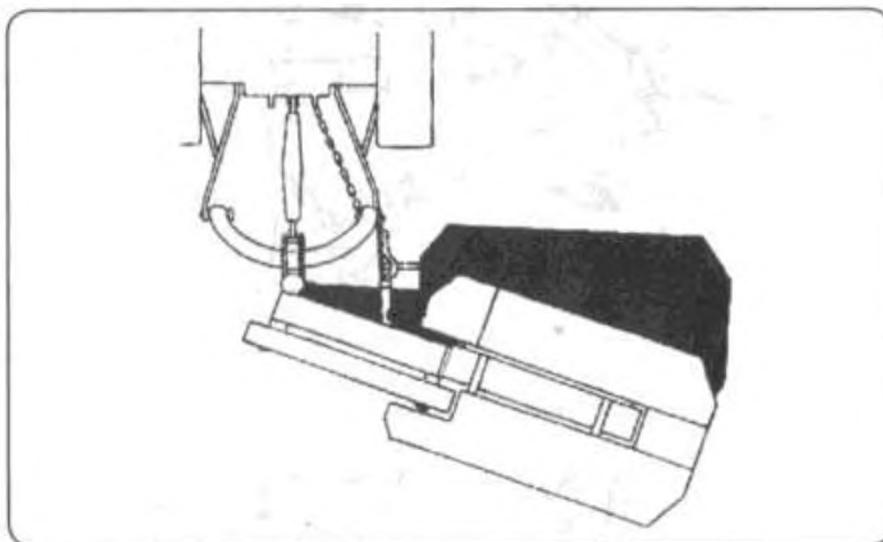

Рис. 5. Отклон косилки назад после того, как сработал предохранитель
Предохранитель являет собой плечо, связывающее (в рабочем положении косилки) шарнирный брус с рамой навески. Это плечо складывается с двух передвижных относительно себя полос (1) и (2). Замок (3) одного из них и защёлка откидной пластинки (4), связанной с другой полосой прижимаются посредством пружины с регулирующим удлинением, что даёт возможность настройки момента срабатывания предохранителя, при котором (в момент столкновения косилки с препятствием) наступает выдвигание одного из плечей и отклон рабочих механизмов косилки назад на угол 20° (Рис. 5). Благодаря этому оператор имеет возможность остановить трактор и избежать повреждений косилки.